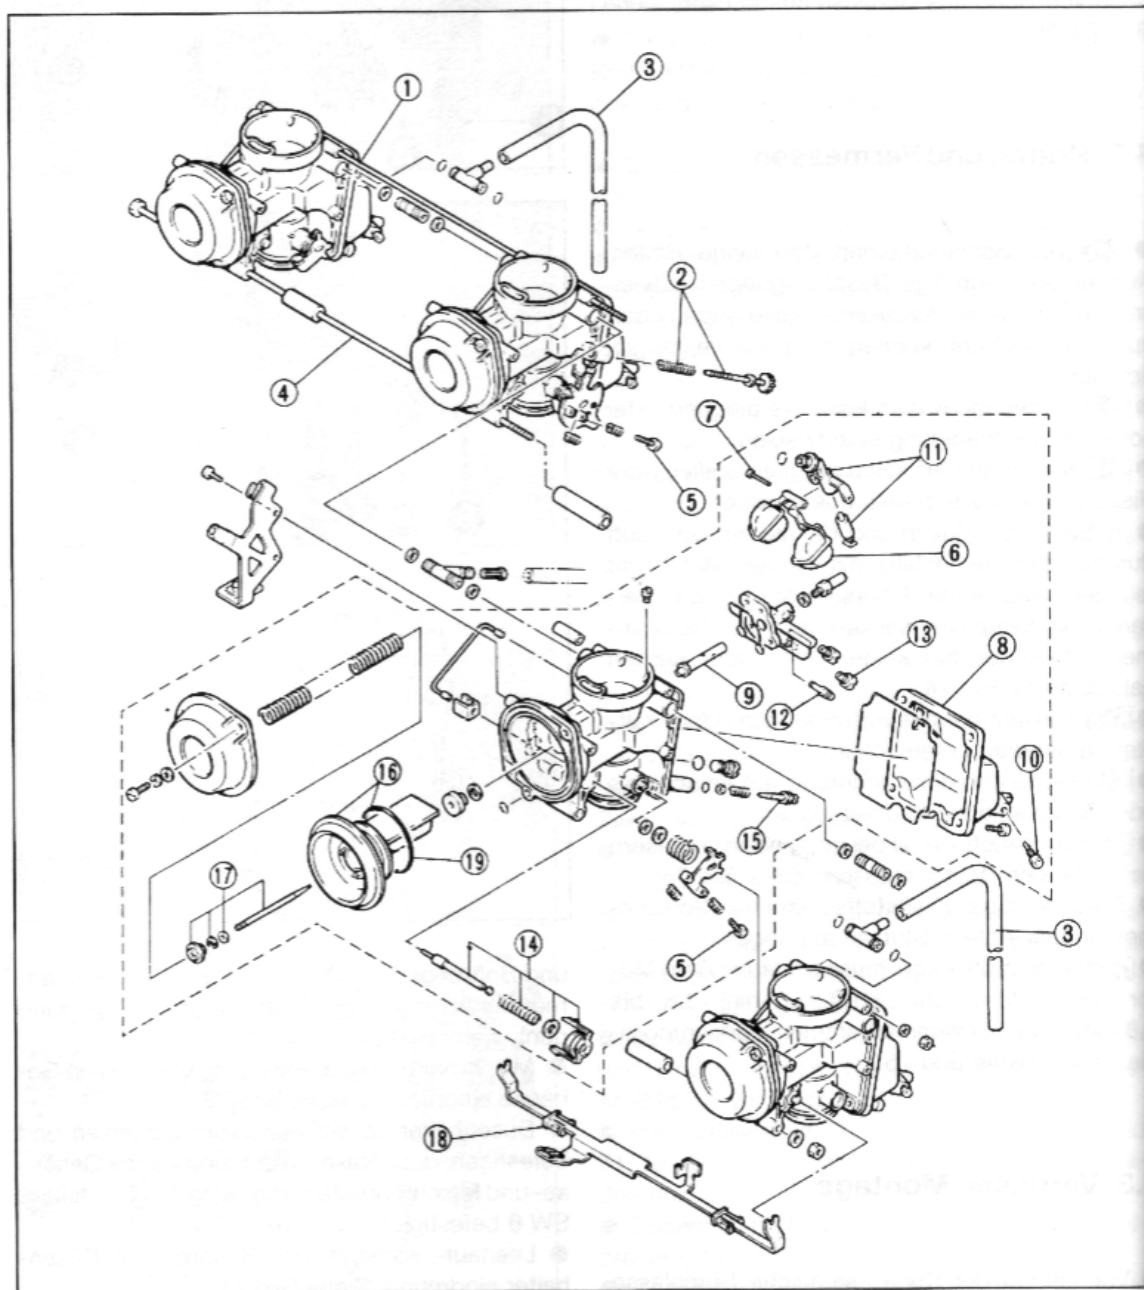

Bild 76
- Chokekolben «ausclipsen» und mit Feder entnehmen, siehe Bild 76, Nr. 14.
- Kraftstoff- und Luftverbindungen (siehe oben) mit neuen O-Ringen anbringen. Vergaser ohne Gegenfeder der Abgleicheinrichtung zusammensetzen (Abgleichschraube nicht verdrehen!), siehe Bild 76.